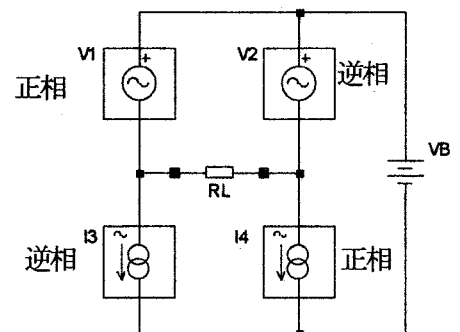

図 10
(2) 良さそうな構成・・(図 10)
○電圧源（低インピーダンス）と電流源（高インピーダンス）が接続されているので、過電流の危険性は少ない。・・(図 10)